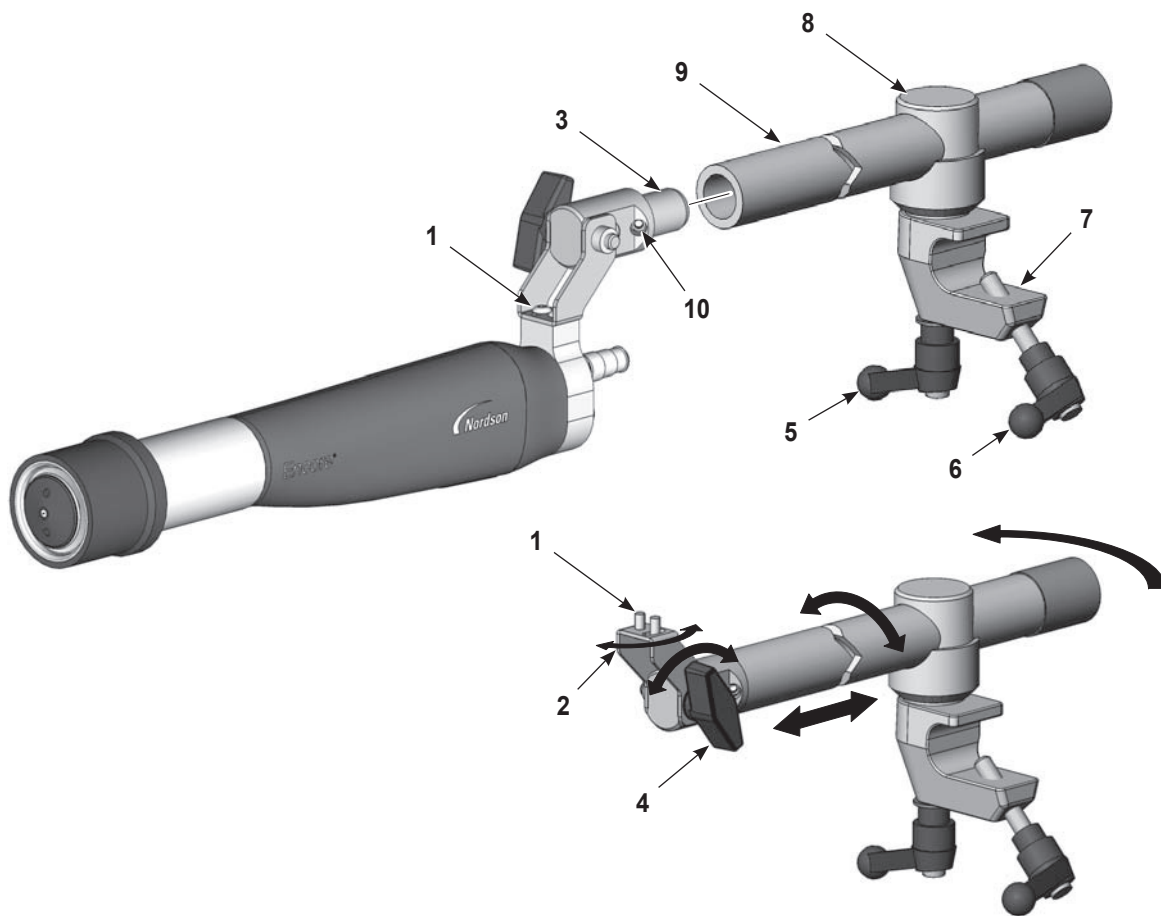
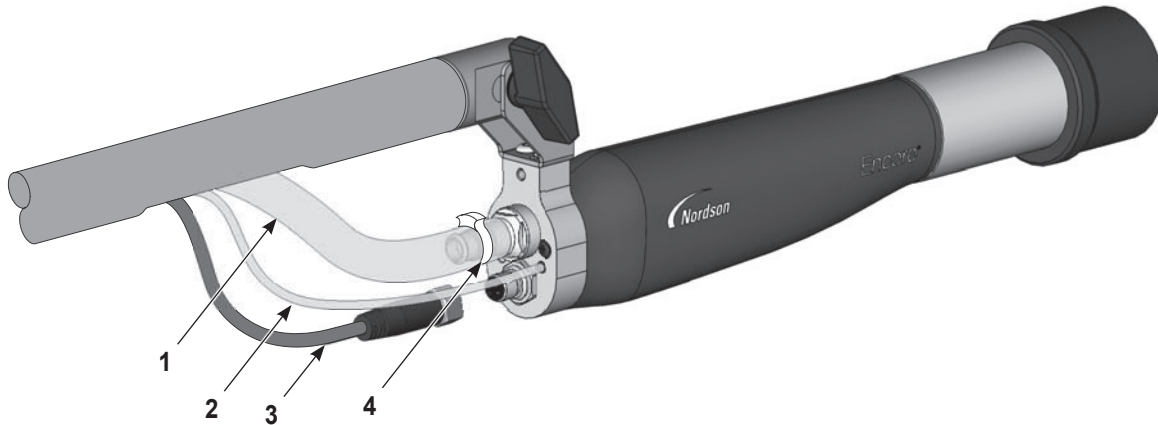

Abbildung 3 Montage eines Applikators mit schwenkbare Standardstangenhalterung
Abbildung 5 Applikatoranschlüsse
1. Siehe Abbildung 3. Den Rohradapter (3) in das Ende der Einstellstange (9) montieren und durch Festziehen des Gewindestifts (10) mit einem 4-mm-Innensechskantschlüssel sichern.
- Zum seitlichen Versetzen der Applikatorspitze die rechte Halbrundkopfschraube (1) lösen.
- Zum Kippen der Applikatorspitze nach oben oder unten die Kipp-Flügelschraube (4) lösen.
- Zum Drehen oder Vor- oder Zurückschieben der Einstellstange den Feststellhebel (5) lösen.
2. Die Klemme (7) auf einer 1 Zoll Montagestange positionieren und den Klammergriff (6) festziehen.
3. Pulverschlauch, transparenten 4-mm-Elektrodenspülluftschlauch und Applikatorkabel bündeln und mit Nordson Klettband an der Einstellstange befestigen. Die Komponenten wie in Abbildung 5 gezeigt am Sprühapplikator anschließen.
1. Flügelschraube und Unterlegscheibe (5, 4) losschrauben und von der Applikatorhalterung (3) abnehmen.
3. Das Ende des optionalen Rohradapters (2) in die Applikatorhalterung schieben und die Bohrung am Ende des Rohradapters mit den Bohrungen in der Applikatorhalterung ausrichten.
5. Siehe Abbildung 5. Applikatorkabel, transparenten 4-mm-Elektrodenspülluftschlauch und Pulverschlauch in dieser Reihenfolge durch das Endhalterungsrohr und durch die Aussparung herausziehen. Die Komponenten wie in Abbildung 5 gezeigt am Sprühapplikator anschließen.